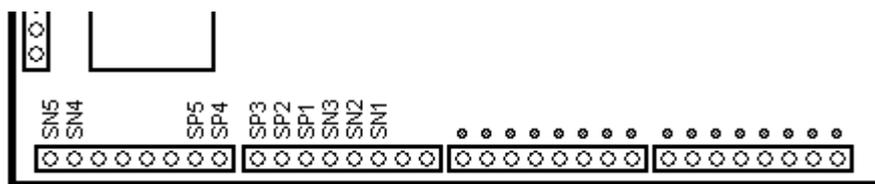

Figura 56
- 5 salidas auxiliares SP1 a SP5 (Figura 56), activas en 24Vcc
- 5 salidas auxiliares SN1 a SN5 (Figura 56), activas en 0Vcc